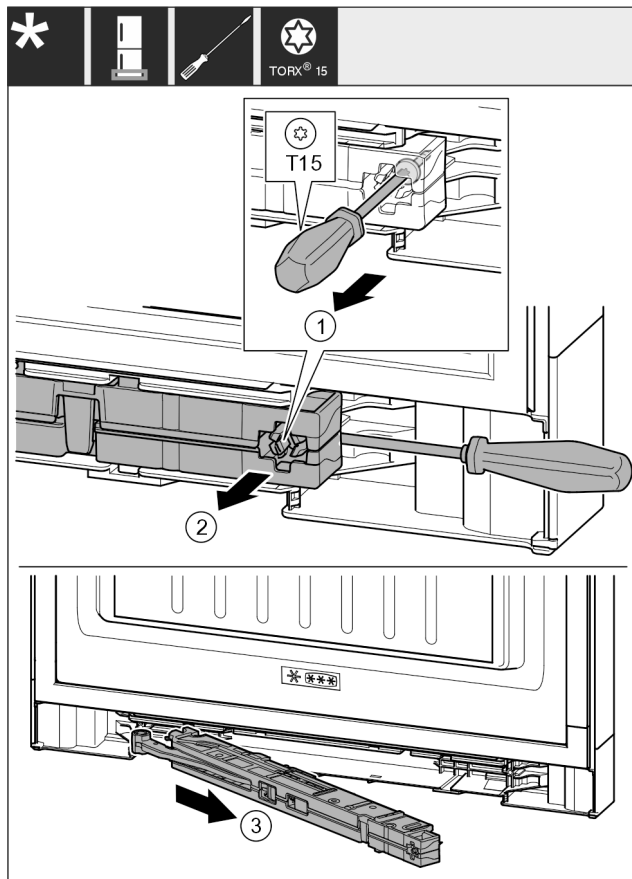

Fig. 17
- Desserrer la vis Fig. 17 (1) de l'unité d'amortissement de fermeture au moyen d'un tournevis 14 mm.
- Décrocher l'unité d'amortissement de fermeture Fig. 17 (2) côté poignée vers l'avant avec un tournevis.
- Retirer l'unité d'amortissement de fermeture Fig. 17 (3).